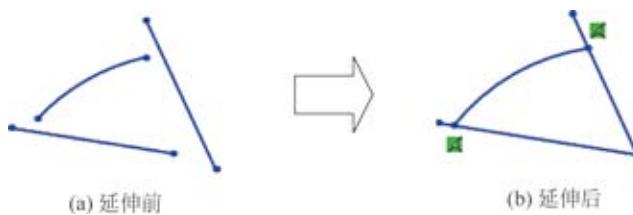

图 3.22 图元延伸
图元的延伸主要用来延伸图元对象。下面以图 3.22 为例，介绍图元延伸的一般操作过程。
- 步骤 3 定义要延伸的草图图元。在绘图区单击如图 3.22 (a) 所示的直线与圆弧，系统会自动将这些直线与圆弧延伸到最近的边界上。
- 步骤 4 结束操作。按 Esc 键结束延伸操作，效果如图 3.22 (b) 所示。